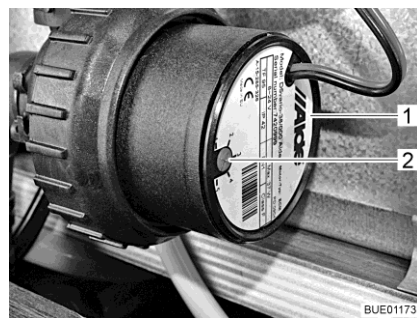

Bild 131 Varvtalsreducering
Med vridregulatorn (Bild 131,2) kan cirkulationspumpens varvtal ställas in. Vid lägre varvtal går pumpen tystare.
Vridregulatorn sitter på cirkulationspumpen (Bild 131,1).
- Vrid vridregulatorn (Bild 131,2) moturs. Effekten reduceras.